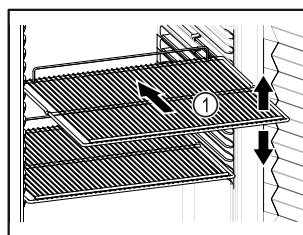

Fig. 70 Przykładowa prezentacja
- Jeśli ruszty do składowania Fig. 70 (1) są ruchome, należy je ustawić odpowiednio do wysokości.